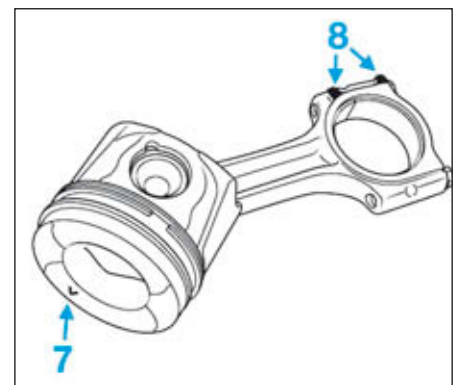

FIG.84
- Positionner la bielle par rapport au piston (le marquage (7) du piston «V» est opposé aux bossages usinés (8) de la tête de bielle (Fig.84).